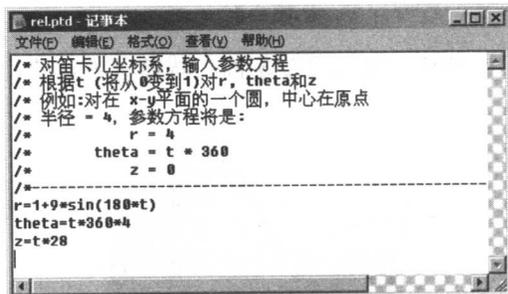

图 1-25
④ 在弹出的【记事本】窗口中，输入曲线的柱坐标参数方程，如图 1-25 所示。